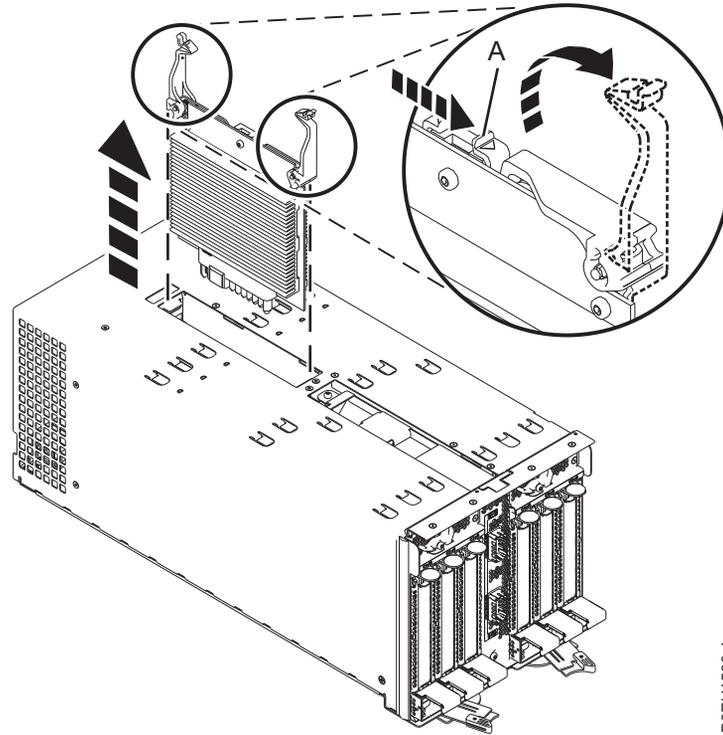

Abbildung 4. Spannungsreglermodul ausbauen
6. Bauen Sie das Spannungsreglermodul aus. Siehe Abb. 4 auf Seite 5.
- a. Drücken Sie auf den Entriegelungshebel (A) und ziehen Sie ihn zum Öffnen nach oben.